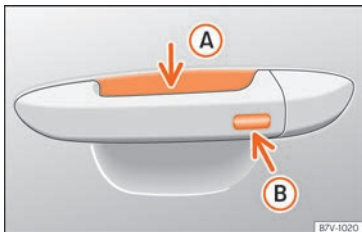

Fig. 50 Maneta de la porta: superfícies sensors.
»» fig. 50
- Toqueu la superfície sensora »» fig. 50 **B** situada al costat exterior de la maneta de la porta. Tots els intermitents parpellegen una vegada.
- Abans que transcorrin 5 segons, toqueu una vegada el sensor del costat exterior de la maneta de la porta »» fig. 50 **B**. En fer-ho, no agafeu la maneta. El sistema Keyless Access queda desactivat temporalment.
Per tancar amb la funció de confort totes les finestretes elèctriques, mantingueu un dit durant uns segons sobre la superfície sensora de bloqueig »» fig. 50 **B** (fletxa) de la maneta de la porta fins que s'hagin tancat les finestretes.